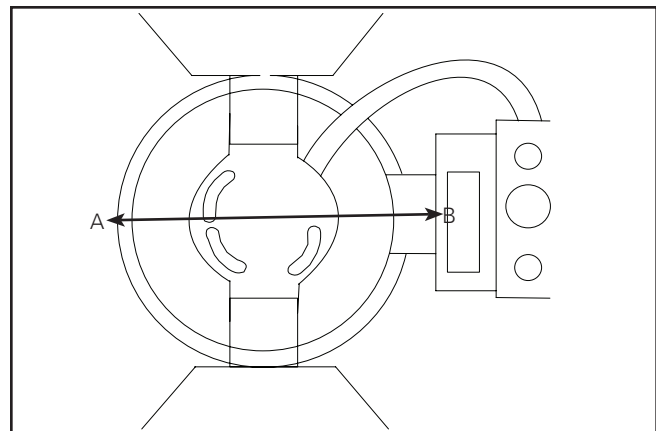

Figure 5.
Note: Pour une installation en tant que lèche-mur, le boîtier sera installé de manière à ce qu'un des côtés (2) (A, B) soit face au mur. (Figure 5.)